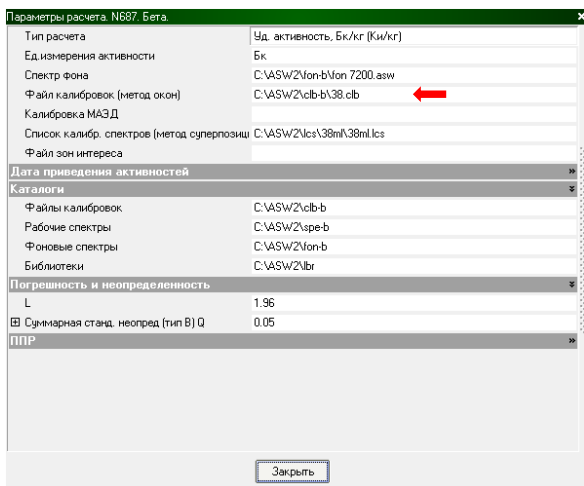

Рисунок 17. Окно «Параметры расчета».
- В выпавшем окне «Параметры расчета» убедиться, что выбран файл калибровки 38.clb (рисунок 17). Нажать кнопку «Закреть».